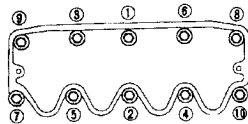
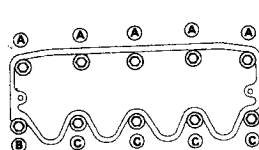

Рис. 1.7 Затяните болты головки блока цилиндров в указанном порядке (См. Раздел 6)
Рис. 1.8 Закручивание болтов на пятом этапе на определенный угол (См. Раздел 6)
23. Затем затяните все болты в порядке, показанном на Рис. 1.7 в пять этапов до требуемого момента затяжки (См. Раздел Технических характеристик) (6.23А, 6.23Б, 6.23В). Обратите внимание на то, что, если у Вас есть ключ с угломером, затяжку на пятом этапе можно провести так, как показано на Рис. 1.8.
Затягивайте в порядке, показанном на Рис. 1.7.